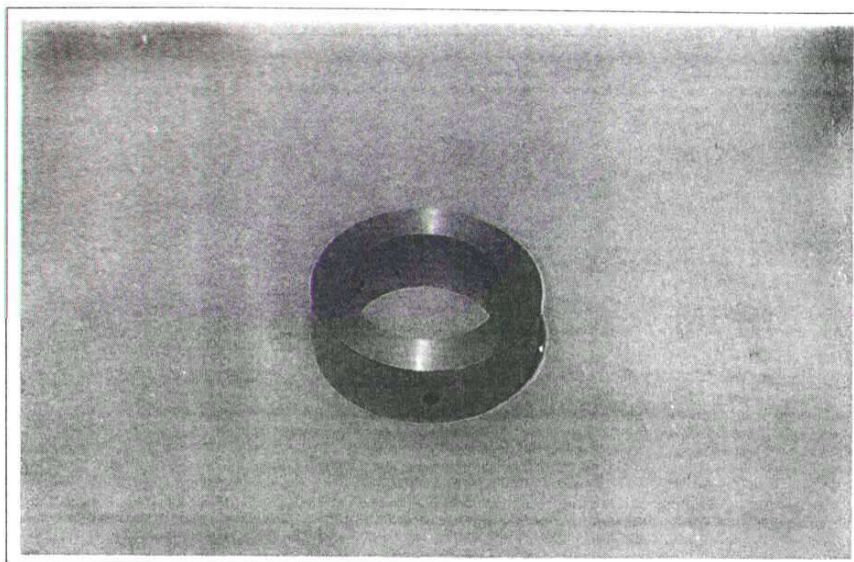

Fig 2-3. Anel guia inferior
c. **Anel guia inferior** (Fig 2-3) — idêntico e com as mesmas finalidades do anel guia superior.